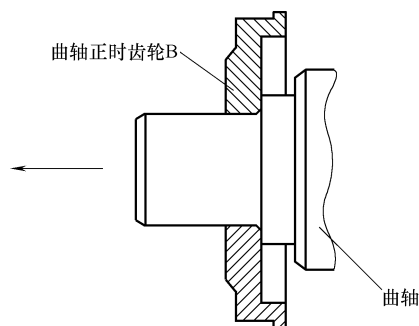

图 31-56 安装曲轴正时齿轮 B
1) 如图 31-56 所示, 把曲轴正时齿轮 B 安装到曲轴内。